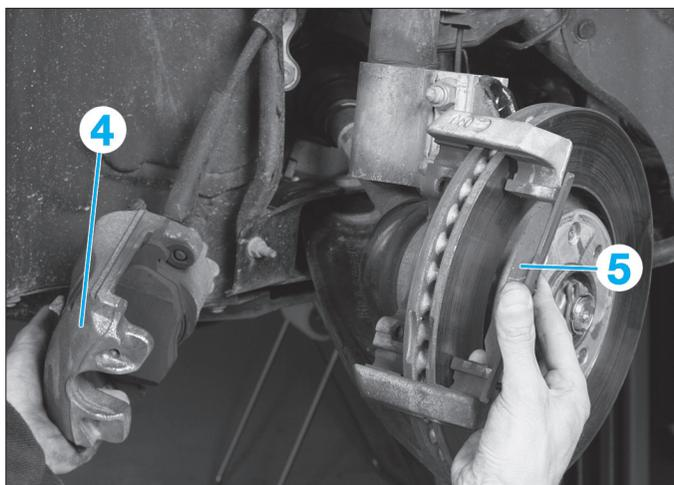

Fig. 13
- Dégager l'étrier de frein (4) (Fig.13).
- Récupérer la plaquette extérieure (5).